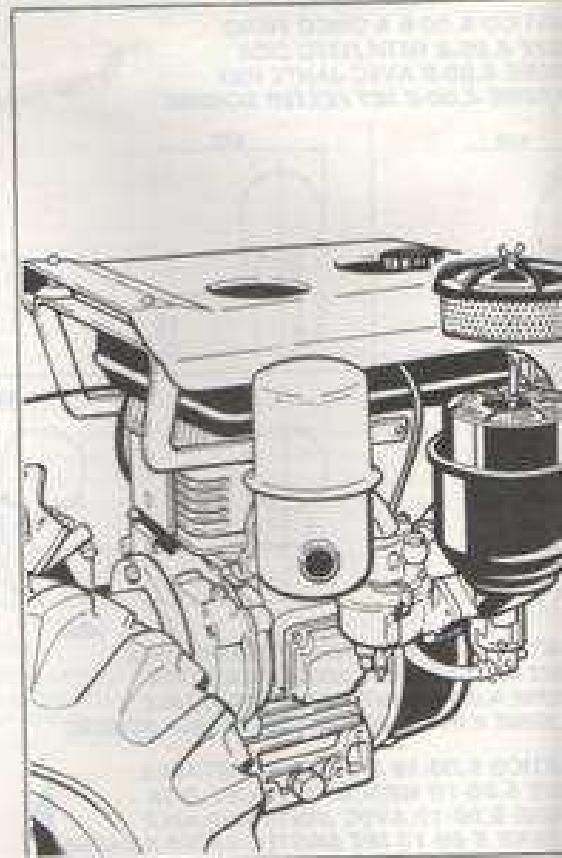

Fig. 13 - Bild 13
**Filtro dell'aria:** controllare il livello dell'olio ed il deposito della polvere. La verifica del livello olio nel filtro aria deve essere effettuato con motore fermo da almeno 10 minuti. Il livello dell'olio è indicato da una tacca situata sulla vaschetta e deve essere sostituito qualora sul fondo, il deposito abbia raggiunto l'altezza di 5 - 8 mm, oppure quando sia diventato troppo denso (vedere la fig. 13).
Changing is needed when dust build-up on the bottom is 5 to 8 mm high or oil is too thick (see fig. 13).
**Filtre à air:** vérifier le niveau de l'huile et le dépôt de la poussière. La vérification de l'huile dans le filtre à air doit se faire avec moteur arrêté depuis environ 10 minutes. Le niveau de l'huile est indiqué par une encoche de la cuvette. Effectuer la vidange si le dépôt sur le fond est arrivé à 5-8 mm ou si la densité est excessive (voir fig. 13).
**Airfilter:** den Ölstand und die Staubbelaugung kontrollieren. Die Ölstandskontrolle im Luftfilter muss nach mindestens 10 Minuten stillgelegtem Motor durchgeführt werden. Der Ölstand ist durch eine Raste auf der Wanne angegeben. Der Ölwechsel muss vorgenommen werden, wenn die Ablagerung auf dem Boden die Höhe von 5-8 mm erreicht hat, oder wenn das Öl zu dickflüssig geworden ist (siehe Bild 13).
**Filtro dell'aria:** lavare l'elemento filtrante (1) con petrolio o con solvente e sostituirlo se le maglie metalliche sono intasate o lesionate. Pulire la vaschetta (2) con petrolio, e riempirla con olio pulito (stesso olio del motore) fino all'apposita tacca (3) (vedere la fig. 13).
**Air filter:** flush the filter element (1) in gasoline or solvent. If the filtering screen is clogged or damaged, replace it. Flush pan (2) with gasoline and fill with fresh oil (same oil as for engine) up to notch (3) (see fig. 13).
**Filtre à air:** lever la cartouche (1) au pétrole ou au solvant. En cas de calaminage ou d'usage des mailles, remplacer le filtre. Laver la cuvette (2) au pétrole et la remplir d'huile fraîche (même huile du moteur) jusqu'à l'encoche (3) (voir fig. 13).
**Luftfilter:** den Filtereinsatz (1) mit Petroleum oder Lösungsmittel waschen und erneuern, falls das Metallgewebe verstopft oder beschädigt ist. Die Wanne (2) mit Petroleum waschen und mit reinem Öl (gleiches wie beim Motor) bis zur Olmarke (3) füllen (siehe Bild 13).